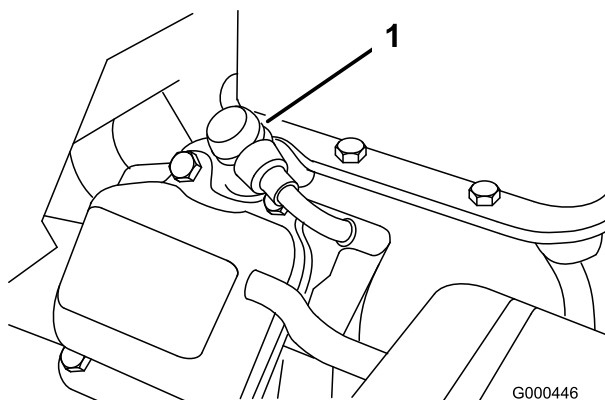

Figura 23
1. Staccate il cappellotto dalla candela (Figura 23).